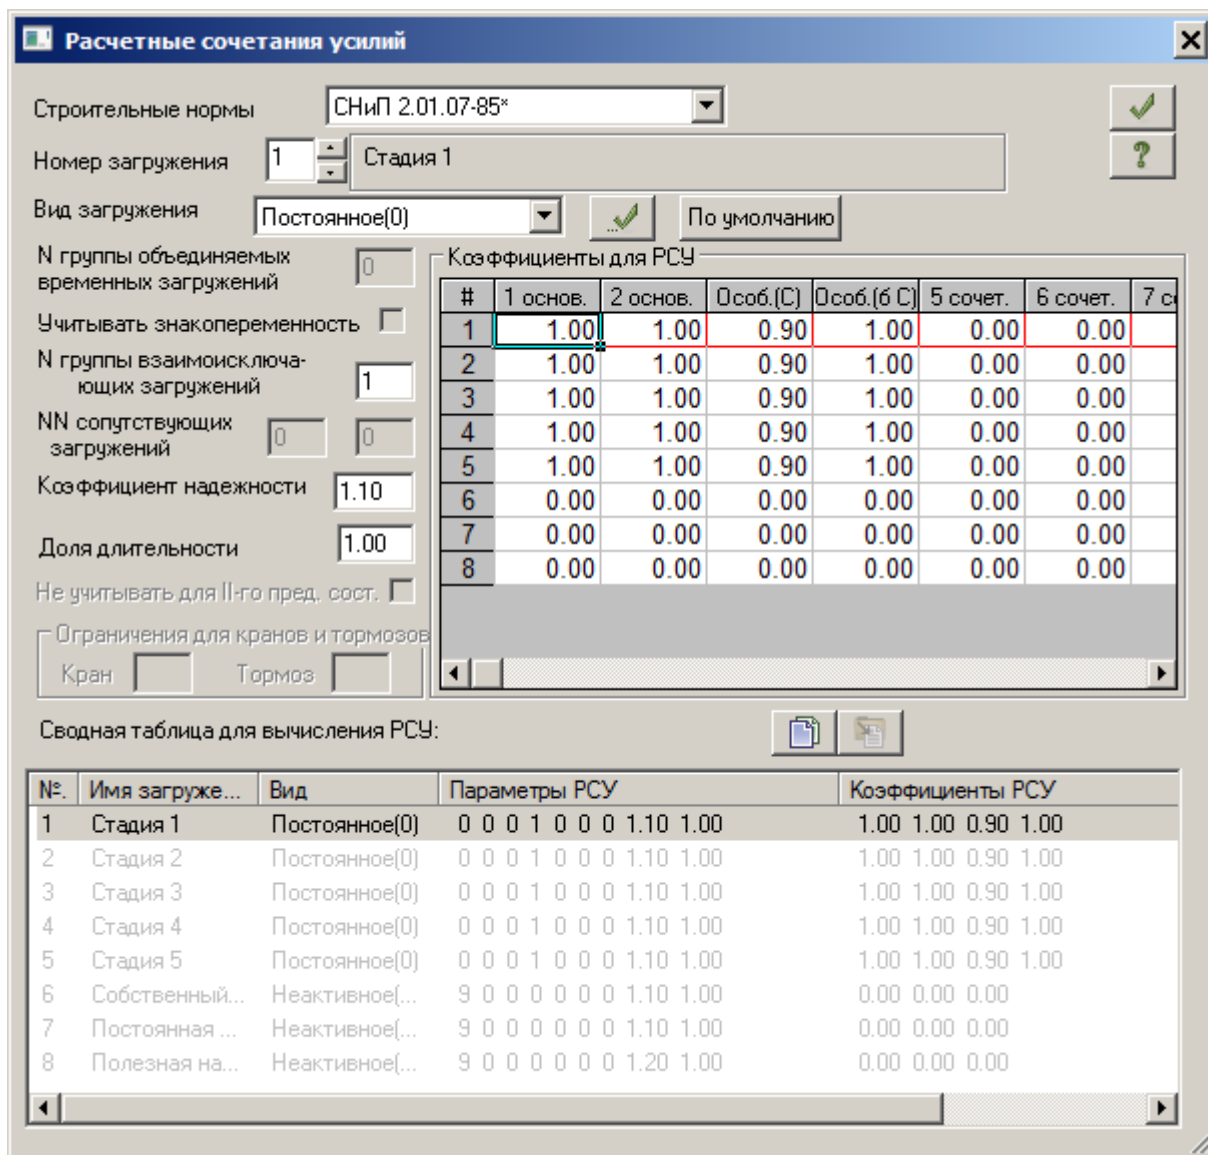

Рис.23.31. Диалоговое окно Расчетные сочетания усилий
- В открывшемся диалоговом окне **Расчетные сочетания усилий** (рис.23.31) щелкните по кнопке  - Подтвердить.